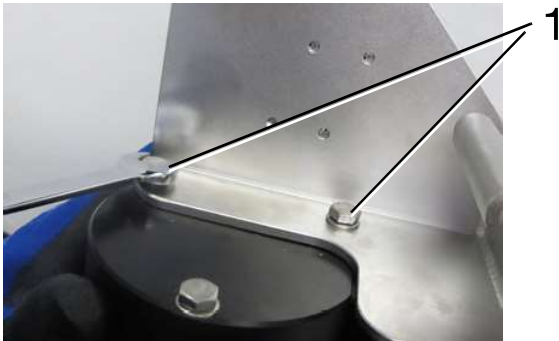

Bild 7-18 1 Schrauben
- Die Schrauben (1, Bild 7-18) mit dem Maulschlüssel abschrauben.